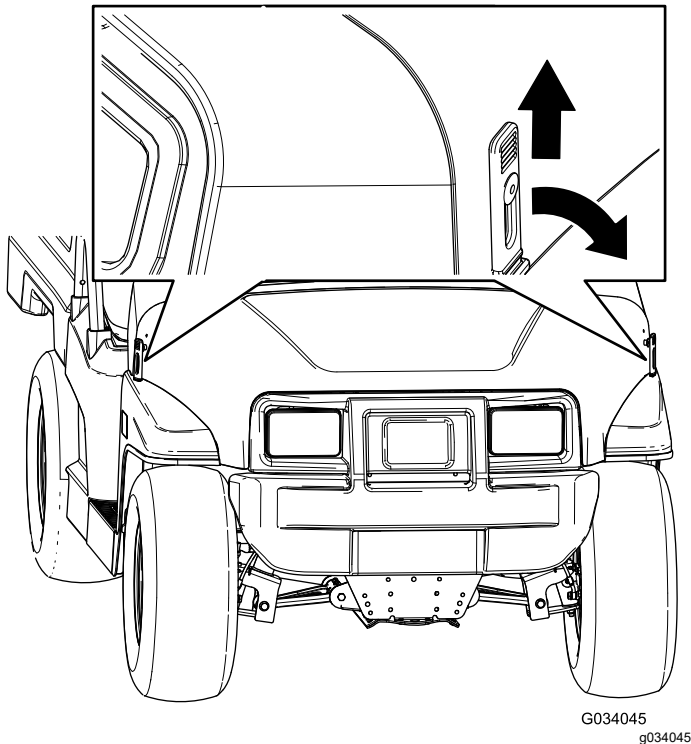

Bild 40
1. Heben Sie den Hebel der Gummriegel an jeder Seite der Motorhaube an (Bild 40).